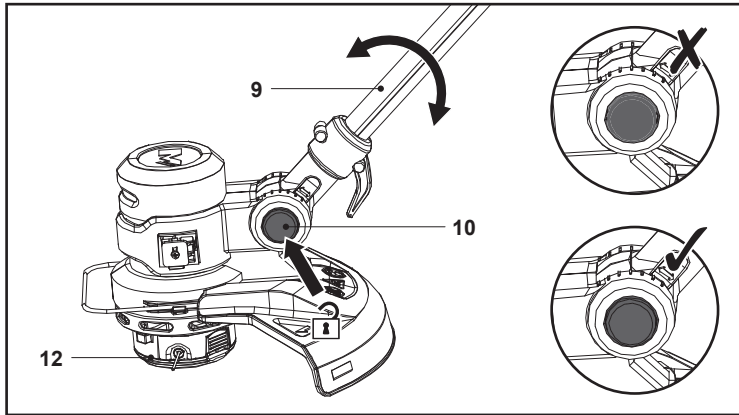

Fig. 11
1. Mantenga pulsado el botón de desbloqueo (10) en posición.
2. Mueva la parte inferior de la barra (9) ligeramente hacia arriba o hacia abajo (Fig. 11).
3. Suelte el botón de desbloqueo (10) y mueva la parte inferior de la barra (9) hasta que se quede fija en una posición.